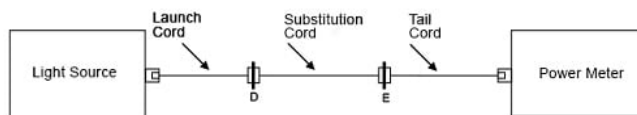

图 7. 设置参照
a. 使用发射光纤、替换线和接收光纤在光源和功率计之间设置参照（见图 7）。